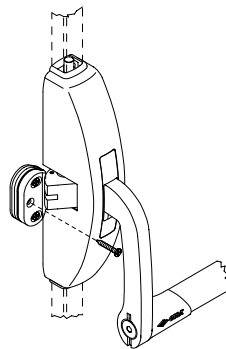

FIG. 16
16) Eseguire il terzo foro H5 = 2.6 mm e fissare definitivamente la bocchetta (fig. 16).
16) Drill the third hole H5 = 2.6 mm and fix the striker permanently (Fig. 16).
16) Réaliser le troisième trou H5 = 2.6 mm et fixer définitivement la gâche (fig. 16).
16) Practique el tercer orificio H5 = 2,6 mm y fije definitivamente el batiente (Fig. 16).
16) Een derde gat H5 = 2,6 mm boren en de schootplaat definitief bevestigen (afb. 16).
16) Die dritte Bohrung H5=2.6 mm durchführen und den Beschlag endgültig befestigen (Abb. 16).